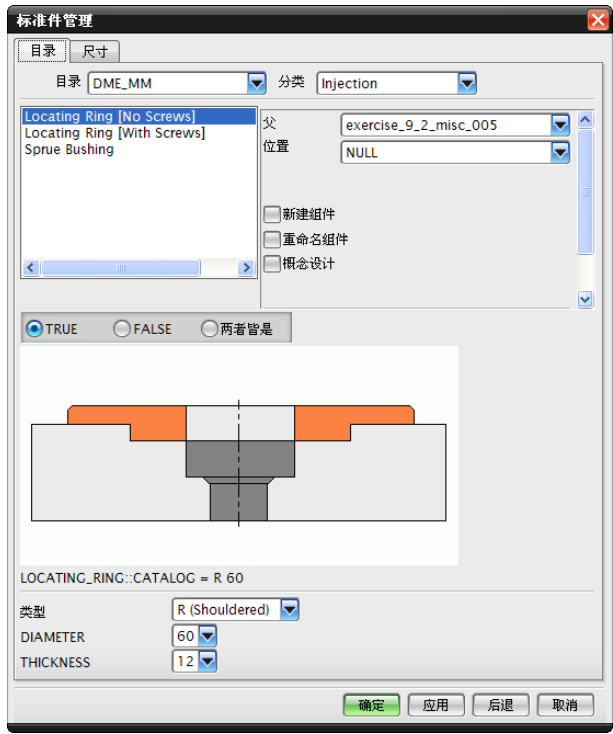

图 9-86 【标准件管理】对话框
(1) 单击 MoldWizard 工具栏中【标准部件库】按钮，弹出如图 9-86 所示【标准件管理】对话框。
(2) 在如图 9-86 所示【标准件管理】对话框中，选择标准部件 Locating Ring(No Screws)，在尺寸选项部分修改 DIAMETER=80，默认系统其他参数。
(3) 在如图 9-86 所示【标准件管理】对话框中单击【应用】按钮，系统创建定位环，如图 9-87 所示。
(4) 在如图 9-86 所示【标准件管理】对话框中，单击【重定位】按钮，弹出如图 9-88 所示【重定位组件】对话框。